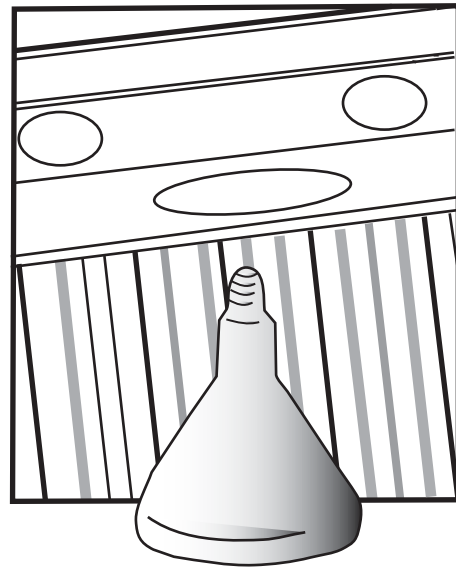

Figura 27: Reemplazo de las lámparas infrarrojas
- Gire la bombilla en el sentido de las agujas del reloj para instalarla (Figura 27).